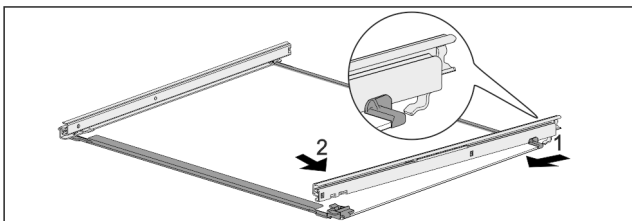

Fig. 105 Glasplatte mit Schienen
- Schiene hinten einhaken. *Fig. 105 (1)*
- Schiene vorne einrasten. *Fig. 105 (2)*